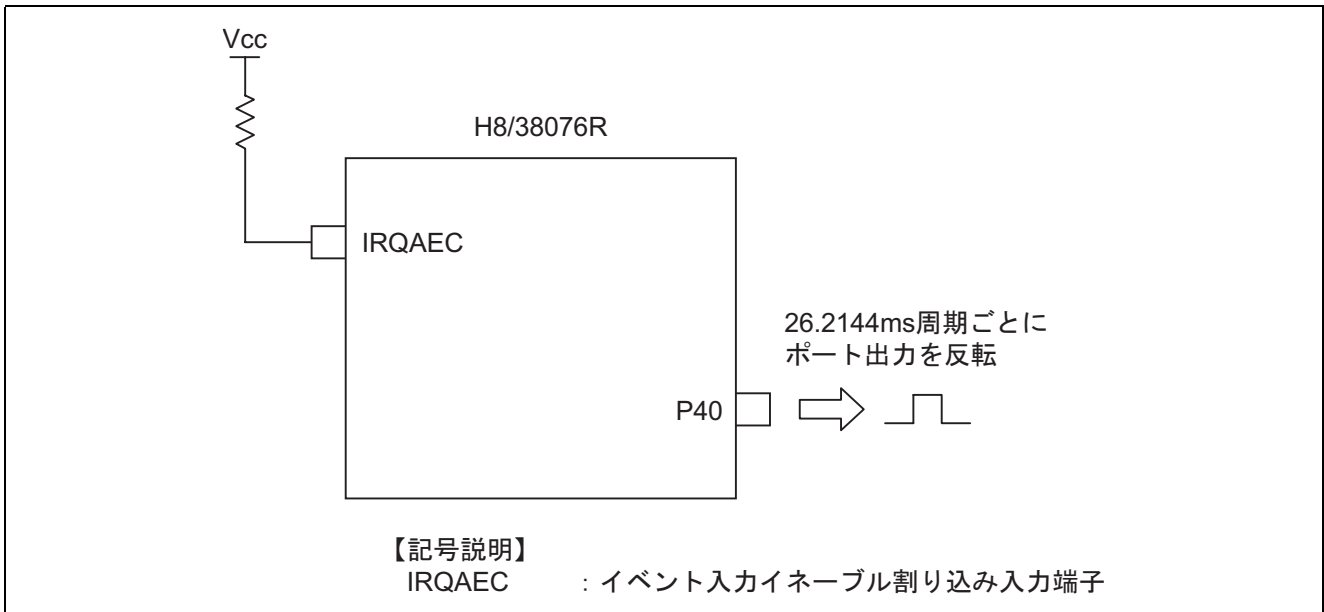

図 1 16 ビットモードによる AEC のインターバルタイマ動作例
- 図 1 に示すように、16 ビットモードによる非同期イベントカウンタをインターバルタイマとして使用し、一定周期 (26.2144 ms) 毎に P40 端子の出力を反転させます。